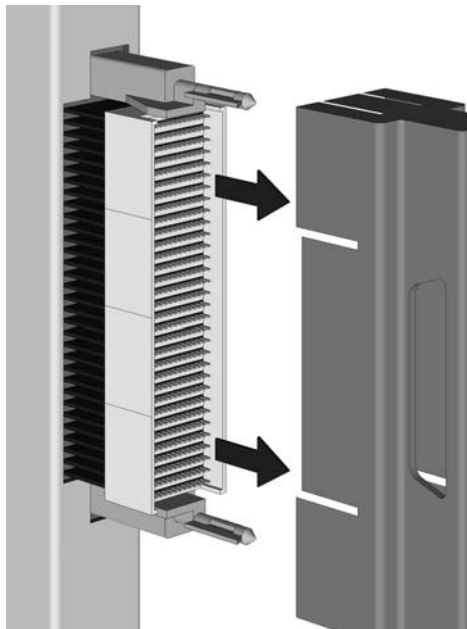

Abbildung 1-1. Anschlussstifte freilegen
- 1 Entfernen Sie den Schutz von den Anschlussstiften auf der Rückseite des Pass-Through-Moduls, siehe Abbildung 1-1, Anschlussstifte freilegen.